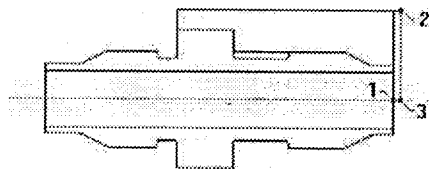

Рисунок 3.2 – Схема створення «КЕ Торець»
2. Натисніть кнопку «Добавить», виберіть «Х торца» і вкажіть лівою кнопкою миші точку 1 (рис. 3.2).
3. Натисніть кнопку «D нач.» (початковий діаметр) і вкажіть точку 2 (рис. 3.2).
4. Натисніть кнопку «D кон.» (кінцевий діаметр) і вкажіть точку 3 (рис. 3.2).